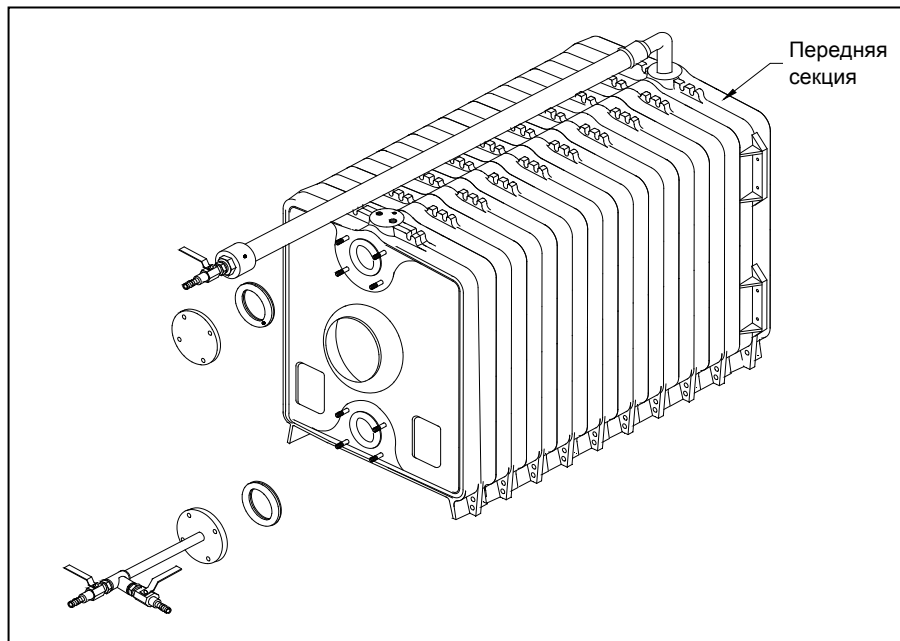

Рисунок 4-10
На передней панели поставить заглушки 2" (58). Установить на отверстие 1/8" датчика наверху задней секции заглушку (109) из ящика с комплектующими деталями (на моделях с панелью управления P1-A и P2-A это отверстие не используется), на отверстия 1/2" и 3/8" также установить подходящие заглушки или защиту датчиков из упаковки панели управления. Как видно из схемы испытаний котлов МК, данной на рис.4-10, на вход обратной воды устанавливается специальная прокладка и фланец с двумя кранами, на выход прямой воды также специальная прокладка и фланец-заглушка.